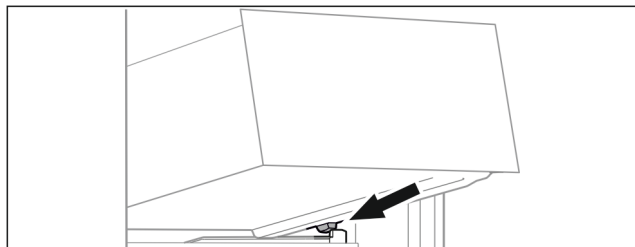

Fig. 33
- Placer le tiroir, en l'inclinant, derrière les butées sur la nervure de récipient. (voir Fig. 33)